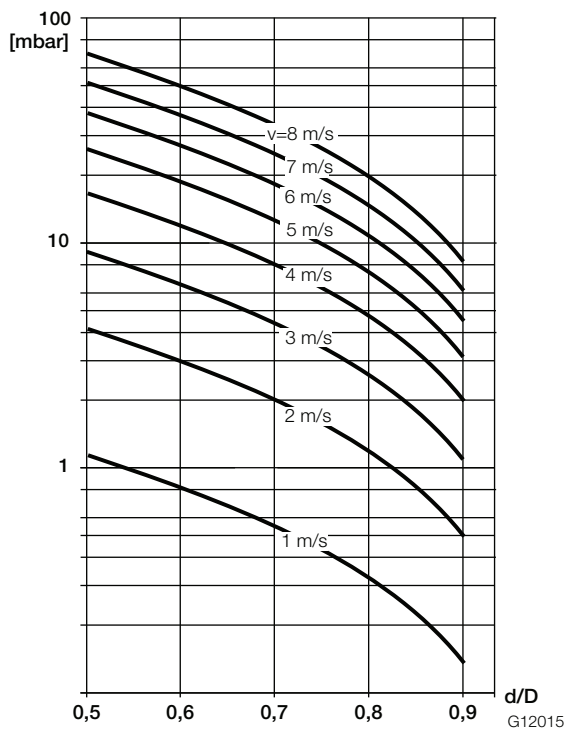

Fig. 19: Nomograma de flujo para cono reductor para bridas con $\alpha/2 = 8^\circ$
2. Lea la velocidad de flujo en el nomograma de flujo (Fig. 19).
3. Lea la pérdida de presión en el eje Y indicada en la Fig. 19.